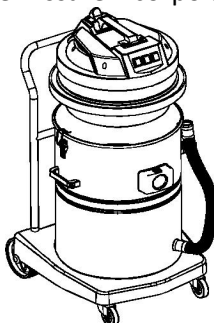

Figura 2
2. Posizionare la testa della macchina sul corpo della macchina e assicurarsi che il centro dell'interruttore di alimentazione nella testa della macchina sia allineato con il centro del connettore quadrato. Quindi allacciare le due fibbie per fissare il corpo della macchina. (Figura 2).